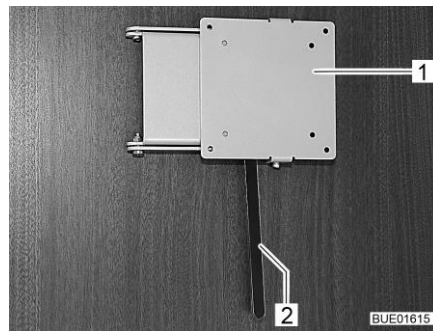

Fig. 91 Support avec levier de déverrouillage
- Positionner : ■ Pousser le levier de déverrouillage (Fig. 91,2) sur le côté et pivoter le support (Fig. 91,1) et l'écran plat pour les amener en position souhaitée.
- Ranger : ■ Pivoter l'écran plat en sens inverse, jusqu'à ce que le support (Fig. 91,1) s'enclenche dans le verrouillage.